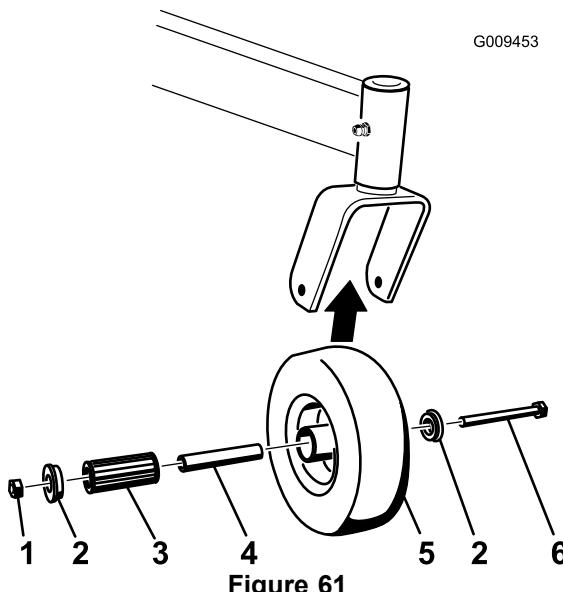

Figure 61
1. Enlevez le contre-écrou et le boulon de fixation de la roue pivotante à la chape (Figure 61).
2. Enlevez une bague, puis sortez la douille pour clé et le roulement à rouleaux du moyeu de roue (Figure 61).
3. Enlevez l'autre bague du moyeu, puis nettoyez la graisse et les saletés éventuellement présentes dans le moyeu (Figure 61).
- Remarque:** Remplacez les pièces endommagées ou usées (Figure 61).
5. Placez une bague dans le moyeu (Figure 61).
6. Lubrifiez le roulement à rouleaux et la douille pour clé, et insérez-les dans le moyeu (Figure 61).
7. Mettez la deuxième bague dans le moyeu (Figure 61).
8. Montez la roue pivotante dans la chape à l'aide du boulon et du contre-écrou (Figure 61).
9. Serrez le contre-écrou jusqu'à ce que la base de la douille pour clé soit en appui contre l'intérieur de la chape (Figure 61).